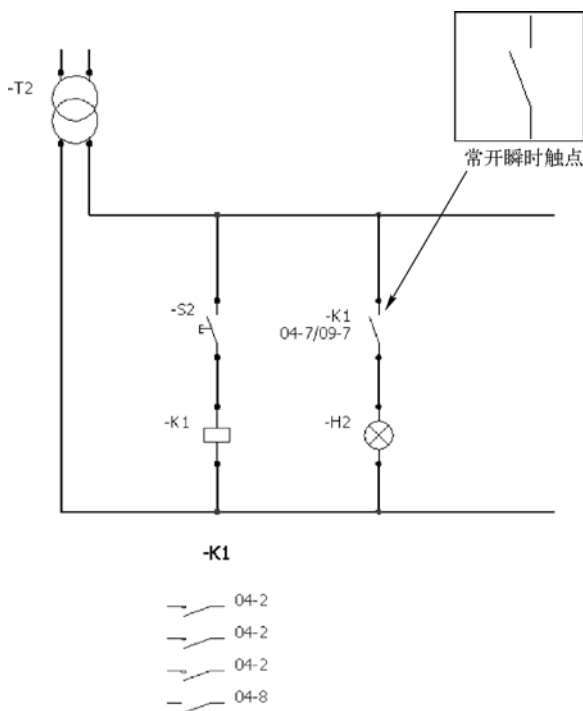

图 7-31 常开瞬时触点插入效果
STEP 4 通过相同的插入符号操作，再插入一个常开瞬时触点，并同样在其“符号属性”对话框中设置关联到“F1-K1”设备，最终效果如图 7-31 所示（注意此时在-K1 交叉索引电气符号中会多出一个触点项）。